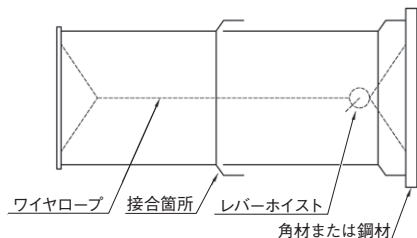

図 20 管内側から挿し口の引き込み
- 4) 図 20 に示すように挿し口端部がディスタンスピースに当たるまで管を引き込む。なお、挿し口突部がロックリングを拡大したあと受口内に入り込むので、挿し口を挿入する前に、管の挿入をスムーズにするため挿し口突部付近にダクタイト鉄管継手用滑剤を塗布した方がよい。